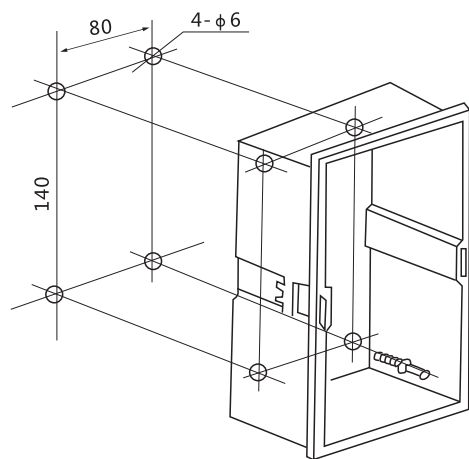

图2
6.2 JD1A、JD1B、JD1C型用于墙挂式安装尺寸见图2